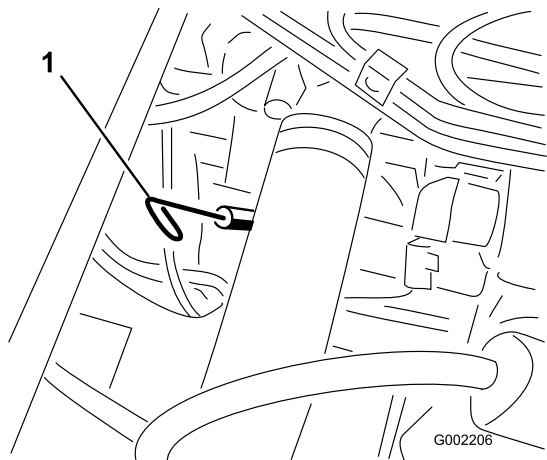

图39
2. 取出乘客座椅下面的量油尺、并用干净抹布擦拭（图39）。将量油尺插入量油尺管道中、并确保它完全插入。取出量油尺并检查机油油位。
13. 拆下加油颈盖、慢慢从加油颈向发动机中注入规定油量的大约 80%（图39）。